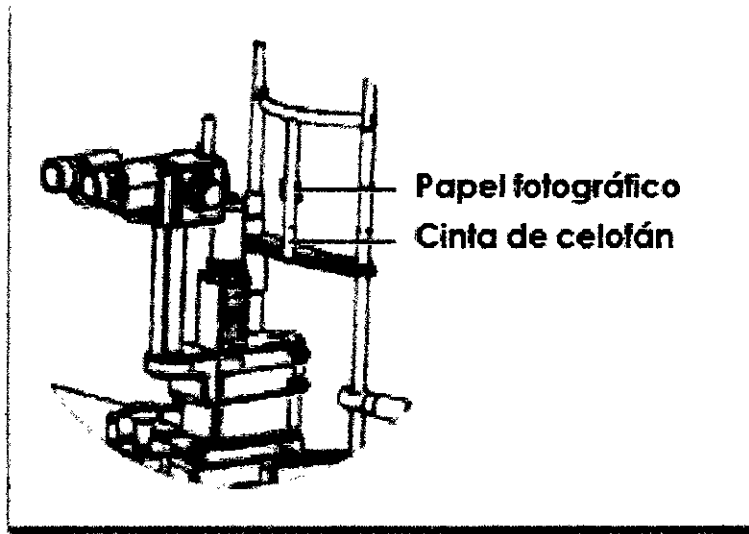

Imagen 9.1: cinta de celofán y papel fotográfico
- Pegue la cinta de celofán (adhesiva) al apoya frente y a la mentonera (Imagen 9.1).
- Adhiera un pedazo de papel fotográfico a la cinta de celofán (Imagen 9.1).
- Pegue la cinta de celofán (adhesiva) al apoya frente y a la mentonera (Imagen 9.1). Adhiera un pedazo de papel fotográfico a la cinta de celofán (Imagen 9.1). Encienda el modo láser YAG para activar la mira láser YAG.